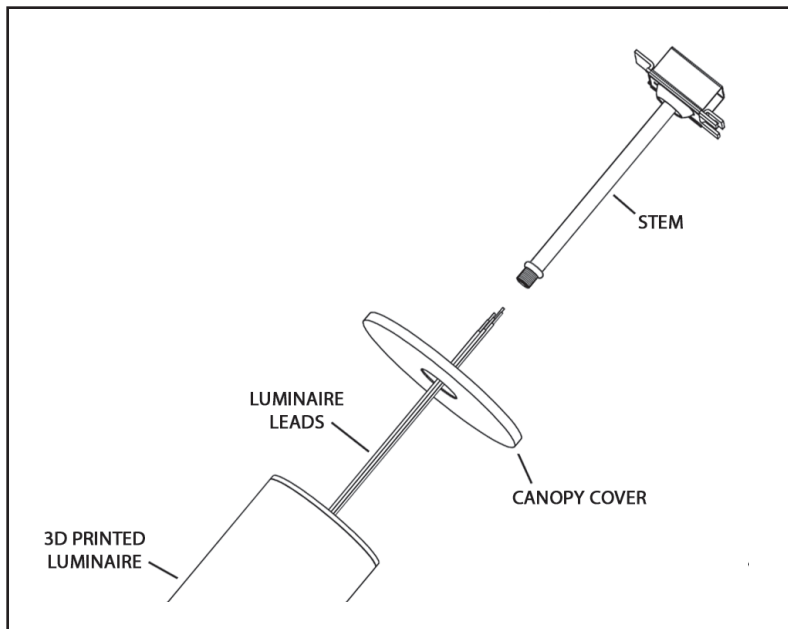

Figure 7
10. Insérez les **fils du luminaire** dans le **boîtier de montage**, puis dans la **tige** de la section Préparation précédente. (Figure 7)